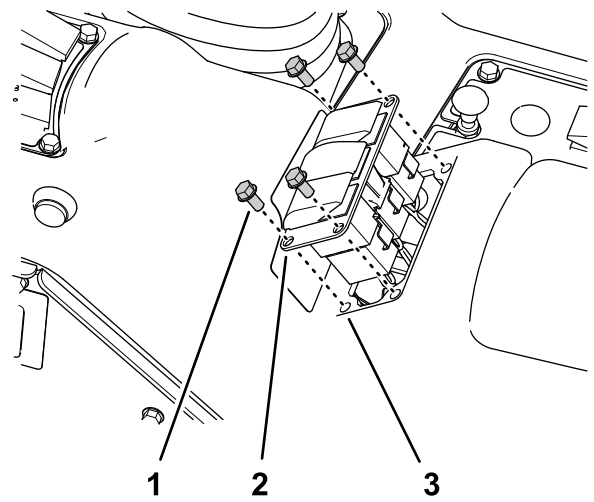

Figura 33
3. Desligue o conector de oito tomadas da cablagem da máquina rotulado **interruptor de aplicação** (rate switch) do conector de oito pinos do interruptor (Figura 33).
1. Retire os quatro parafusos de cabeça flangeada (¼ pol. x ½ pol.) que prendem o painel dos três interruptores à consola de controlo (Figura 33).
6. Alinhe o tampão do interruptor com a abertura no painel de três interruptores de onde retirou o interruptor da aplicação (Figura 33).
7. Insira o tampão do interruptor no painel de três interruptores até o tampão encaixar e ficar bem preso no painel (Figura 33).